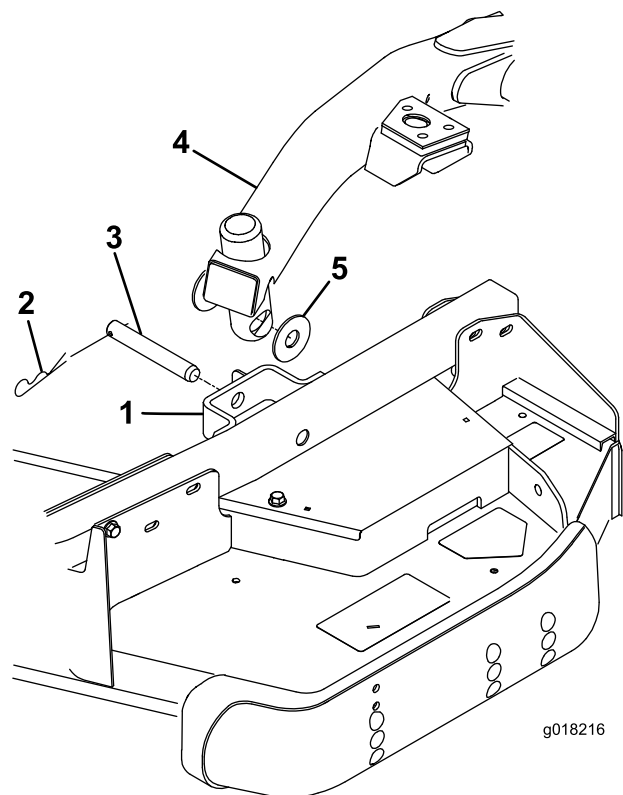

Figura 4
1. Retire as 2 anilhas de encosto, pino de articulação e contrapino de cada suporte da roda giratória na unidade de corte (Figura 4).
3. Desloque o interruptor de elevação para a frente para a posição Float (Flutuação). Empurre os braços de elevação para baixo até que os furos no braço de elevação fiquem alinhados com os furos nos braços da roda giratória (Figura 4).
4. Prenda o braço de elevação ao braço da roda giratória com (2) anilhas de encosto, um passador de forquilha e um pino de gancho. Posicione as anilhas de encosto entre o braço de elevação e o suporte do braço da roda giratória (Figura 4). Insira a extremidade do gancho na ranhura da patilha do braço da roda giratória para fixar o contrapino.